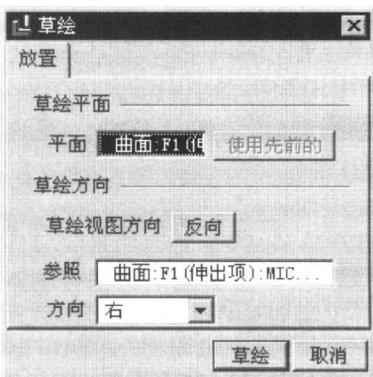
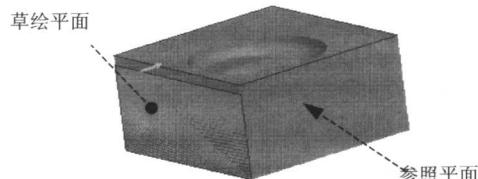

图 1.1.11 “草绘”对话框
图 1.1.12 选取草绘平面
Step8. 在“拉伸”操控板中单击 **放置** 按钮，然后在弹出的界面中单击 **定义...** 按钮，系统弹出“草绘”对话框，如图 1.1.11 所示。选取图 1.1.12 所示的模型表面为草绘平面，接受默认的箭头方向为草绘视图方向，然后选取图 1.1.12 所示的模型表面为参照平面，方向为右，单击 **草绘** 按钮，系统进入草绘环境。